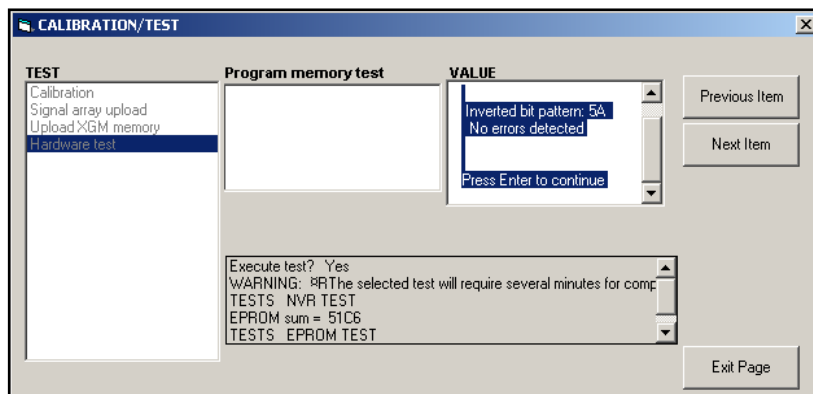

Figura 15: Finalización de la prueba NVR
4. Si el NVR supera la prueba, aparecerá una pantalla similar a la de la Figura 15. Haga clic en [Exit Page] para volver a la opción *Hardware Test*, y en [Exit Page] de nuevo para volver al menú principal *Calibration/Test*.